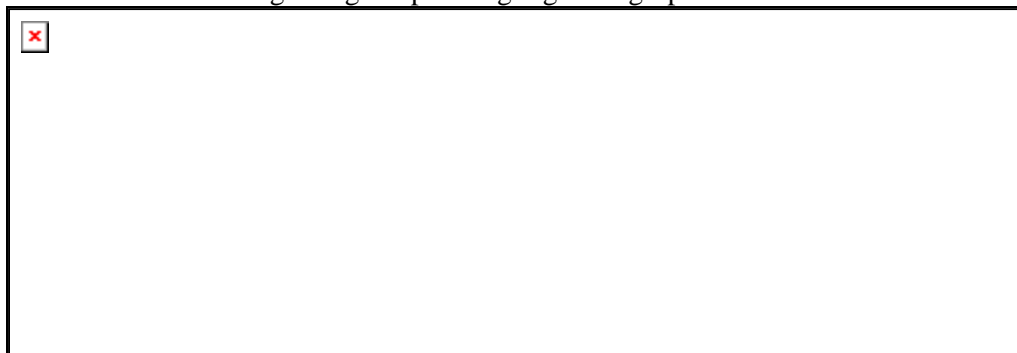

Bild 17: Programmablauf „Automatischer Durchmesserabgleich“ C431015d
- Ausführen der Parameterfunktion *Automatischer Durchmesserabgleich* (siehe „11. Parametrierung“ und Bild 17). Unter „1. Durchmesser“ den Wert des aktuellen Wickeldurchmessers eingeben. Nach Bestätigen mit Taste ↵ wird der Durchmesser zusammen mit dem zugehörigen Spannungssignal abgespeichert.
- Ausführen der Parameterfunktion *Automatischer Durchmesserabgleich* (siehe „11. Parametrierung“ und Bild 17). Unter „2. Durchmesser“ den Wert des aktuellen Wickeldurchmessers eingeben. Nach Bestätigen mit Taste ↵ wird der Durchmesser zusammen mit dem zugehörigen Spannungssignal abgespeichert.